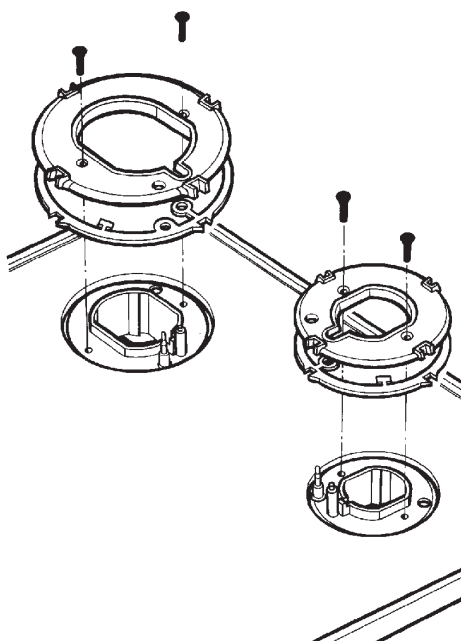

Fig. 1
4. Verwijder beide bevestigingsschijven en pakkingen door alle vier de (M3) borgschroeven eruit te draaien (2 in elke brander). Zie fig.1.